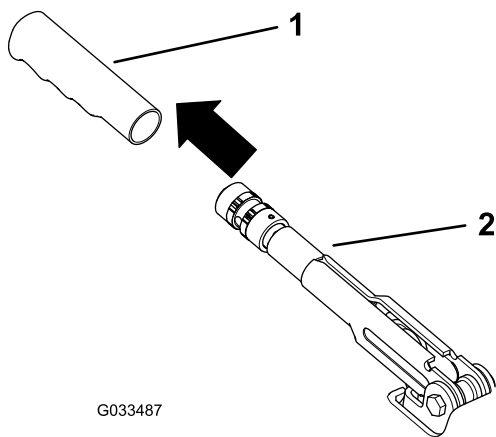

Bild 56
5. Befestigen Sie den Gummigriff am Feststellbremshebel (Bild 56).
1. Nehmen Sie den Gummigriff vom Feststellbremshebel ab (Bild 56).